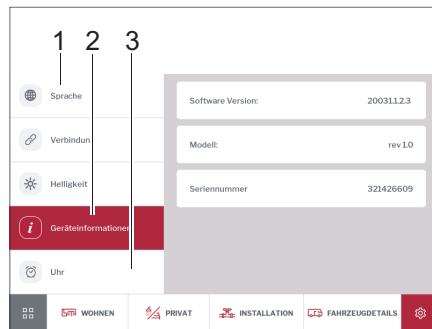

Bild 292 Språk, enhetsinformation, tid
- Klicka på knappen *Språk* (Bild 292,1) och ställ in önskat språk på displayen.
- Klicka på knappen *Tid* (Bild 292,3) och ställ in klockslaget.
- Klicka på knappen *Enhetsinformation* (Bild 292,2). Information om enheten visas (programversion, modell och serienummer).